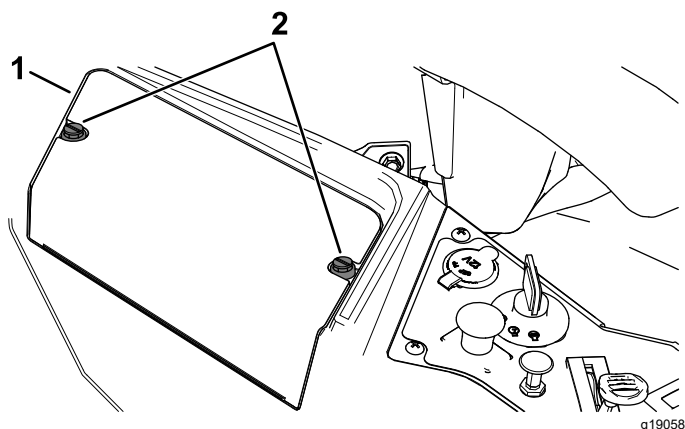

Figura 57
3. Allentate di 1/4 di giro in senso antiorario i 2 elementi di fissaggio sul coperchio della batteria, quindi rimuovete il coperchio della batteria (Figura 57).
6. Montate il coperchio della batteria spingendo verso il basso i 2 elementi di fissaggio e serrandoli in senso orario (Figura 57).